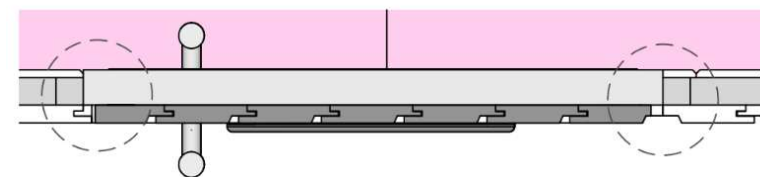

Fig. 9e-Installation de la porte
- Vissez la butée du loquet de porte à mi-hauteur sur l'extérieur de l'ouvrant à l'aide des vis 30mm (Fig.9e).
- Installez le joint vertical de porte (Fig.9e).